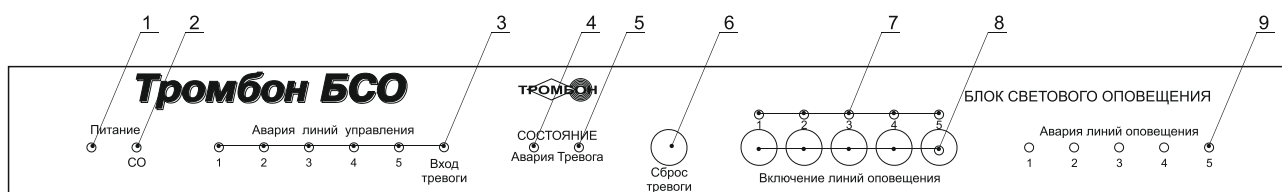

Рис. 1 Эскиз передней панели Блока
- Любые другие значения сопротивления линии связи, воспринимаются Блоком как авария линии связи с АУПС или ПУ. На передней панели Блока загорается индикатор аварии линий (рис. 1, поз. 7), соответствующий номеру неисправной линии.